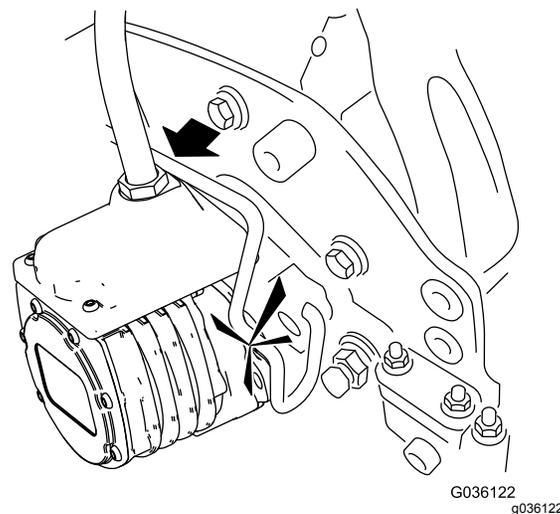

Рисунок 50
6. Нанесите на шлицевой вал электродвигателя режущего блока чистую консистентную смазку (Рисунок 50).
7. Вставьте электродвигатель в левую сторону режущего блока (если смотреть со стороны оператора) и тяните фиксатор электродвигателя на режущем блоке в сторону электродвигателя до тех пор, пока не услышите щелчок с обеих сторон электродвигателя (Рисунок 50).